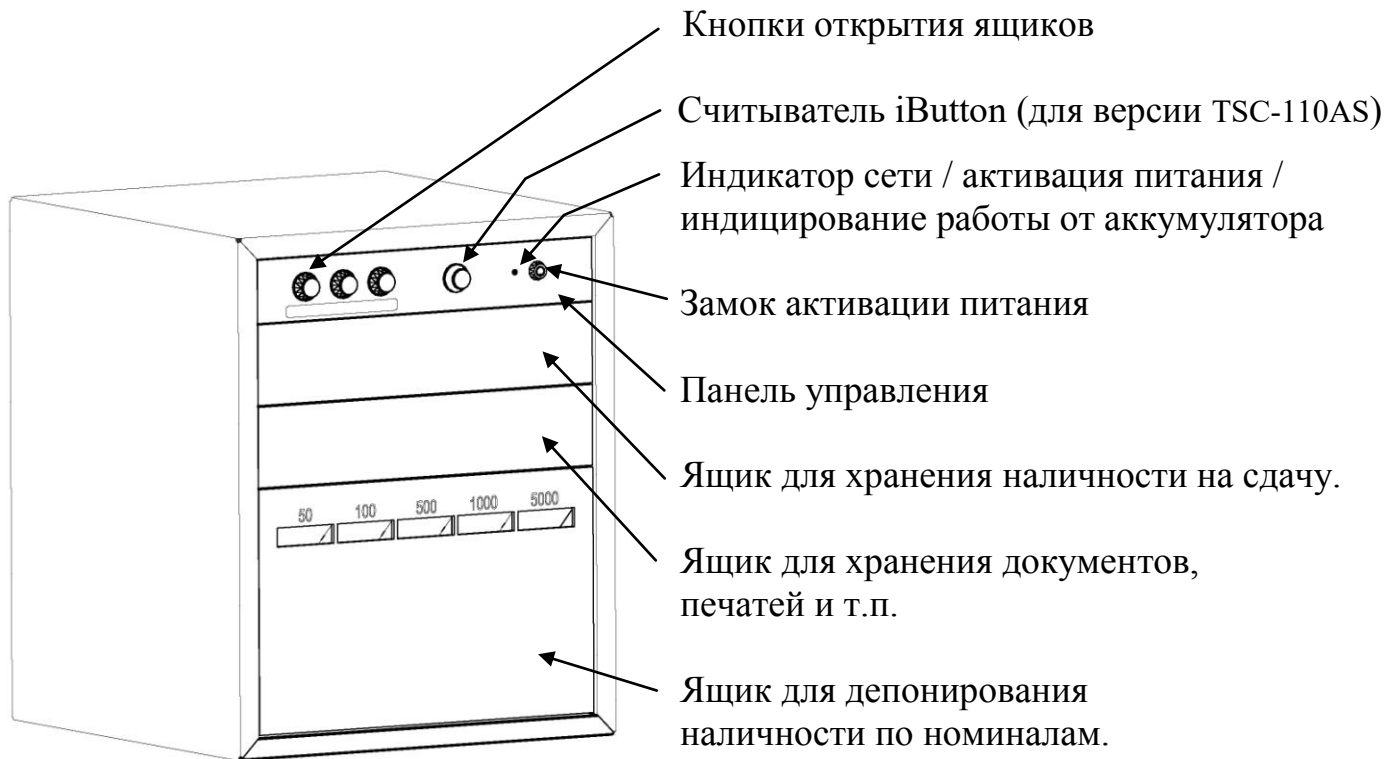
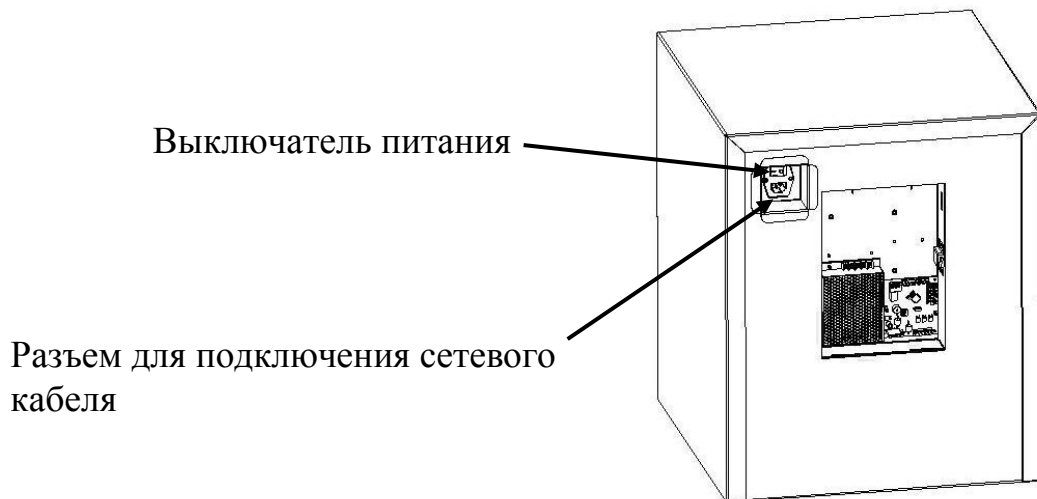

Рис. 1 Общий вид.
Рис.2 Расположение электронного блока управления и сетевого разъема питания.
В случае работы темпокассы TCS-110A и TCS-110AS от аккумулятора более чем 7 дней рекомендуется перевести выключатель питания (рис.2) в положении «OFF» в избегании полного разряда аккумулятора.
Общий вид и основные элементы управления приведены на рис.1.
2. Откройте отсек ЭБУ (отсек ЭБУ находится на задней стенке темпокассы см. рис.2). Аккуратно достаньте сетевой кабель из отсека. В случае необходимости в соответствии с таблицей (см. Табл.1) установите продолжительность задержки открытия (временную задержку) для каждого из ящиков (см. раздел Установка продолжительности задержек открытия). При необходимости подключите и активируйте функции блокировки и подключения к системе ОПС. (см. раздел «Подключение к системе сигнализации и тревожной кнопке. Блокировка.»). Установите дверь отсека ЭБУ на место и закройте ее.
3. Подключите сетевой кабель к разъему, расположенному на задней стенке темпокассы (рис.2).
4. Включите питание темпокассы с помощью выключателя, расположенного на задней стенке корпуса (рис.2), при этом на панели управления красным цветом загорится индикатор сети (рис.1).